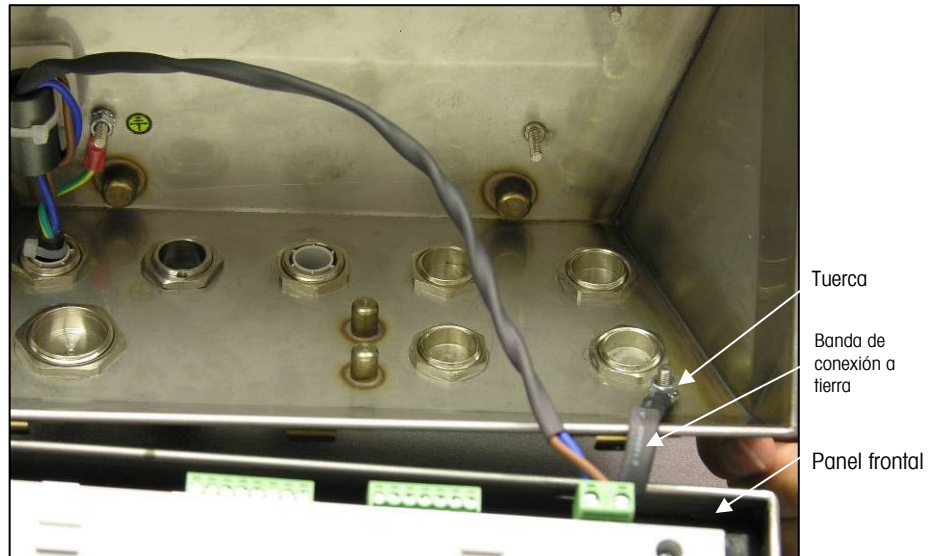

Figura 2-9: Inversión de la tapa
- C. Gire con cuidado la tapa frontal 180 grados y vuelva a conectar las dos cintas de conexión a tierra en los dos manguitos de sujeción mediante las dos tuercas retiradas en el paso anterior como se muestra en la Figura 2-9. Apriete las dos tuercas.